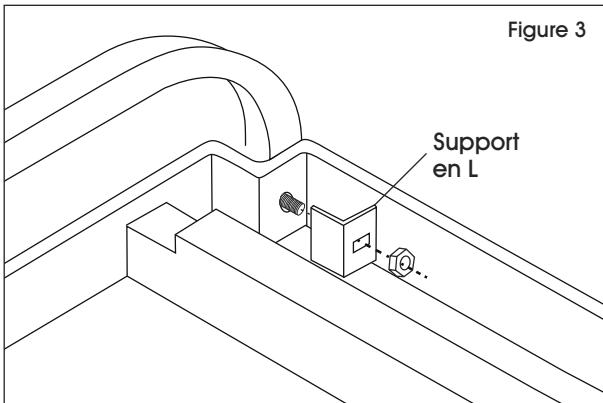

Figure 3
3. Place L-bracket and nut on inside of shelf and over hex head bolt. Tighten with wrench. Repeat for remaining side. (See Figure 3)
3. Placez un support en L et un écrou sur le boulon à tête hexagonale depuis l'intérieur de la tablette. Serrez avec une clé. Répétez la procédure pour l'autre côté. (Voir Figure 3)